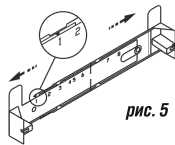

рис. 5
- прежде чем прикрепить кронштейн к стене, необходимо выставить его на нужный размер (равный ширине верхней фальштрубы). Увеличьте размер кронштейна (если это необходимо), и установите фиксатор напротив цифры 1 (см. рис. 5);